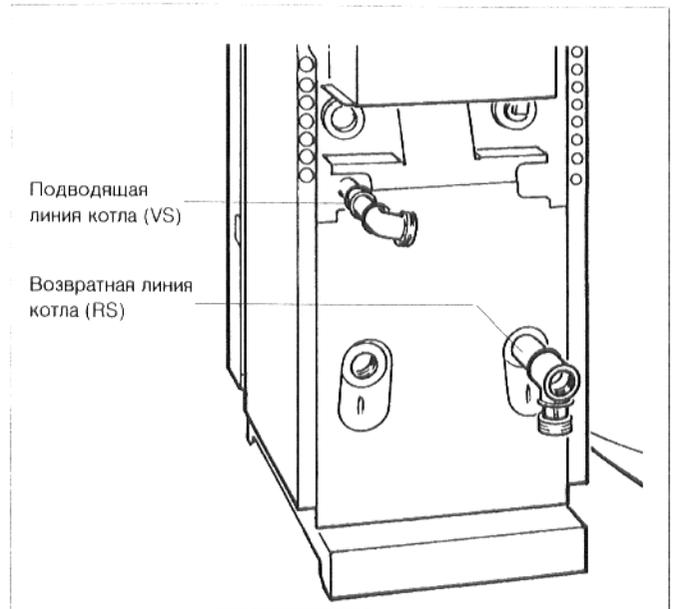

Рис. 3: вид котла сзади
- Произвести уплотнение двойного ниппеля с тройником и резьбовыми соединениями в возвратной линии бойлера (RS) (рис. 3).
- Произвести уплотнение двойного ниппеля с муфтой и резьбовым соединением в патрубке подводящей линии у котла (VS) (рис. 3).